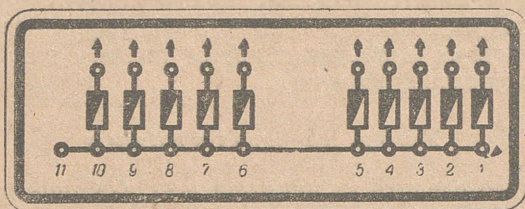

Рис. 93. Схема блока предохранителей:
1. Заменять перегоревшие предохранители соответствующими по назначению, руководствуясь рис. 93.